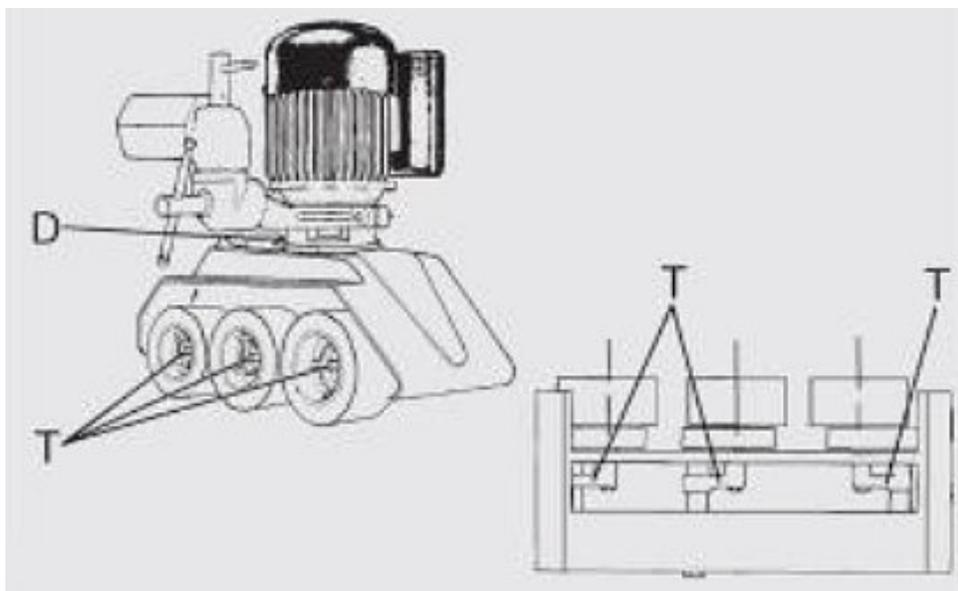

Abb. 11-1: Schmierplan VSA 2032
- Öleinfüllstutzen (D, Abb. 11-1) öffnen.